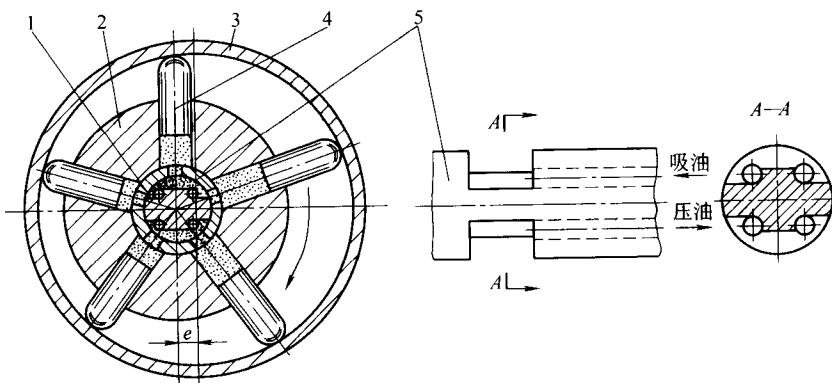

图 1-1-1 径向柱塞泵工作原理图
(1) 径向柱塞泵 柱塞轴线垂直于转子轴线，如图 1-1-1 所示。泵主要由定子 3、转子 2、柱塞 4 和配油轴 5 等组成。转子上有沿周向均匀分布的径向柱塞孔，孔中装有柱塞。转子连同柱塞由电动机带动一起回转，柱塞靠惯性力（或低度压油液作用）紧压在定子内表面上。由于定子和转子中心之间有偏心距 e ，所以当转子按图示方向回转时，柱塞在上半周内逐渐向外伸出，柱塞底部与柱塞孔间的密封容积逐渐增大而形成局部真空，从而通过固定不动的配油轴上面两个轴向吸油孔吸油；柱塞在下半周内逐渐向柱塞孔内缩进，密封容积逐渐减小，通过配油轴下面两个轴向压油孔将油液压出。转子每回转 1 周，每个柱塞吸油、压油各一次。改变定子与转子之间的偏心距可以改变输出流量。若偏心方向改变（偏心距 e 由正变为负值），则液压泵的吸油腔和压油腔将发生互换而成为双向变量径向柱塞泵。